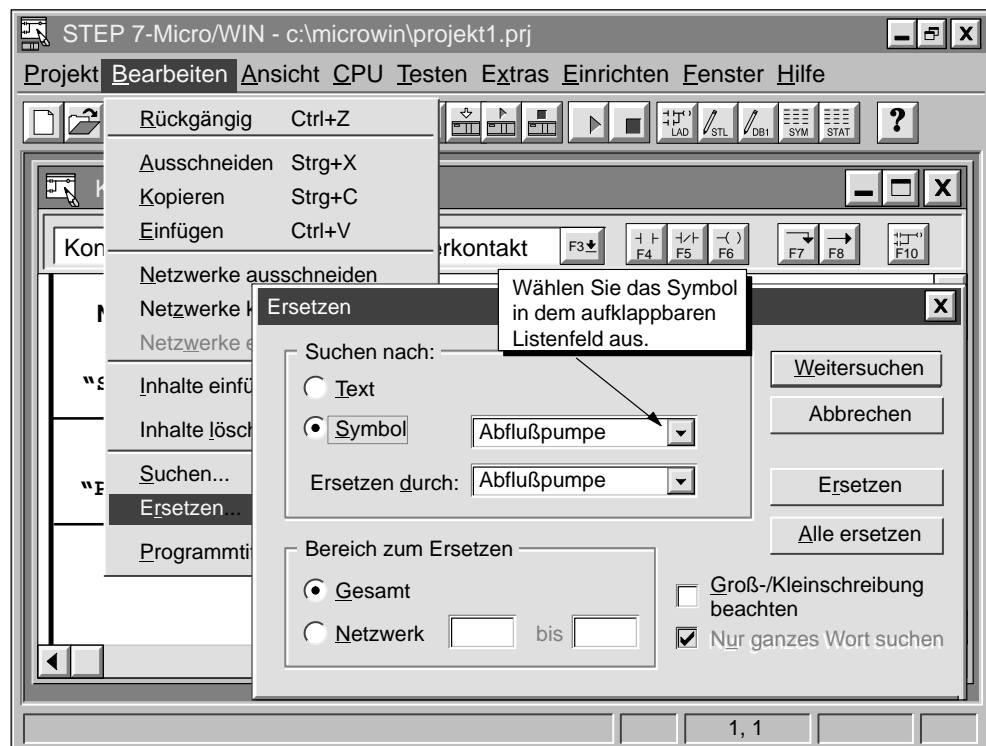

Bild 5-22 Dialogfeld "Ersetzen"
1. Wählen Sie den Menübefehl **Bearbeiten ► Ersetzen....** Bild 5-22 zeigt das Dialogfeld "Ersetzen".